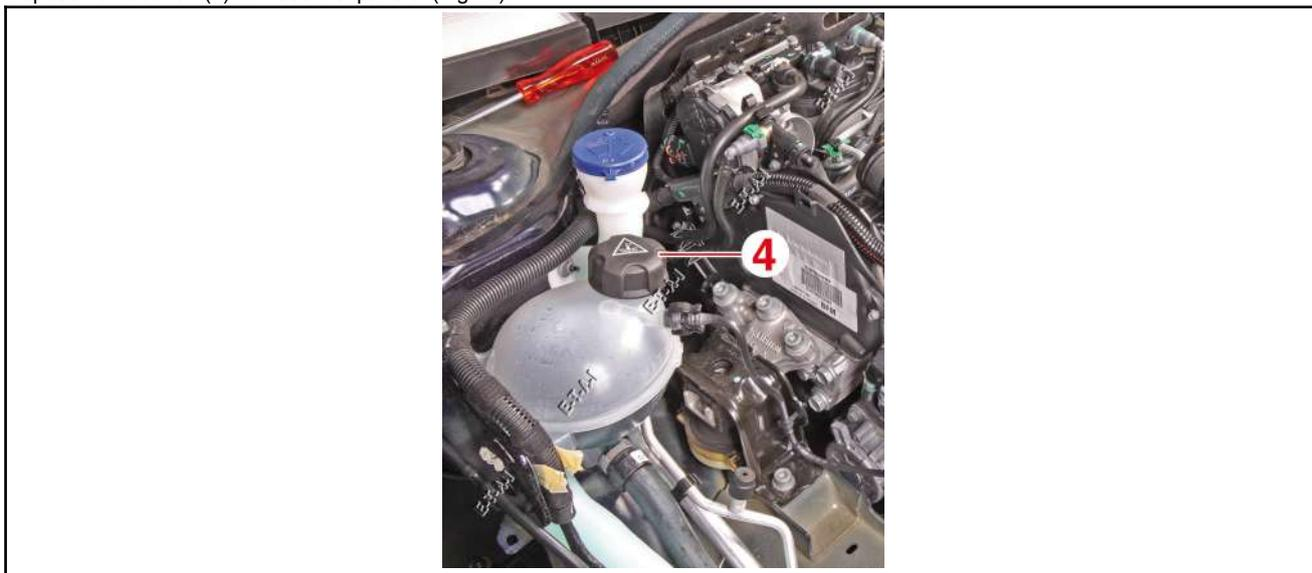

Fig.25
- Déposer le bouchon (4) du vase d'expansion(Fig.25).